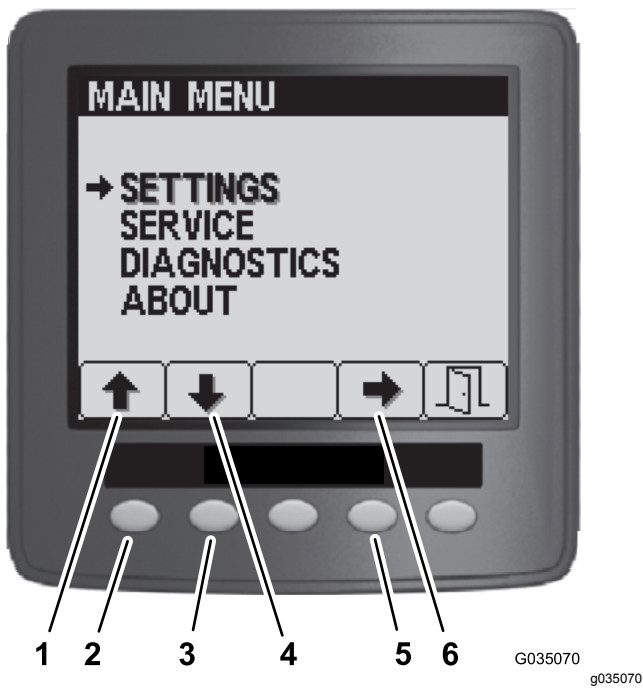

图 150
3. 在主菜单上按 1 号按钮或 2 号按钮直至设置选项高亮显示然后按 4 号按钮导航至设置菜单图 150。